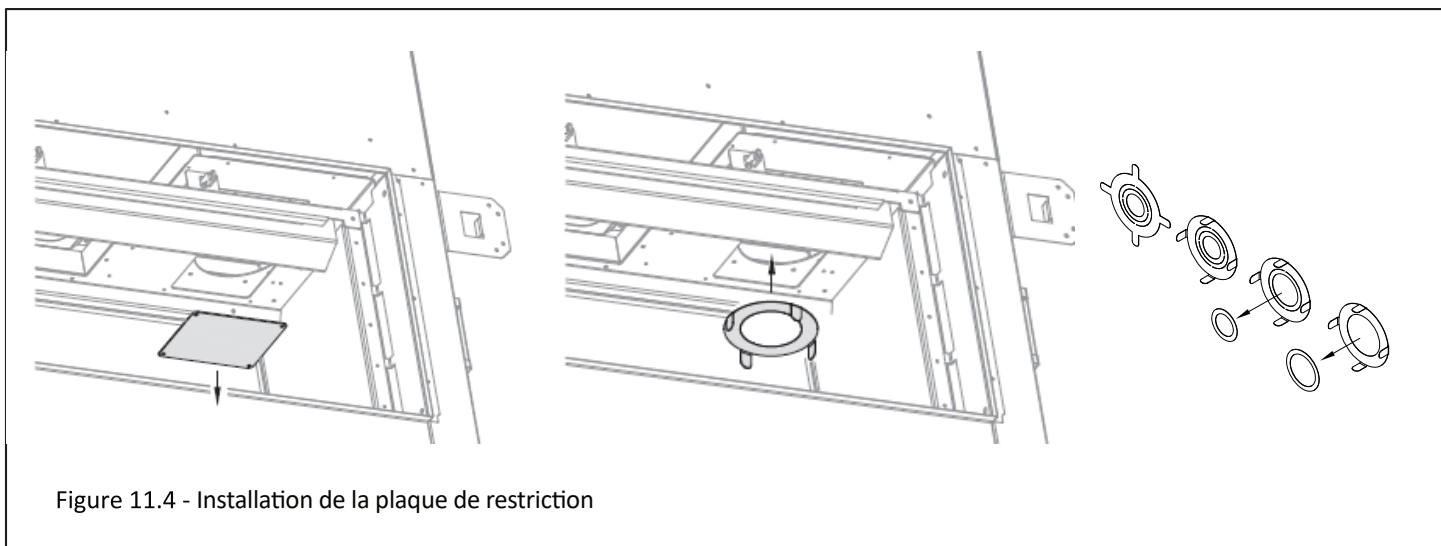

Figure 11.4 - Installation de la plaque de restriction
Les terminaisons verticales peuvent créer des flammes actives et compactes. Si ce n'est pas l'apparence souhaitée, la plaque de restriction peut devoir être installée ou modifiée après l'installation du conduit d'évacuation. Pour installer la plaque de restriction, l'accès à la sortie d'évacuation peut se faire par le plafond de la chambre de combustion (il faudra retirer et réinstaller le couvercle du déflecteur du foyer). Voir la Figure 11.4.
2. Repérez le couvercle du déflecteur du foyer (côté gauche de la Figure 11.4) et retirez-le (4 vis). Conservez les vis.
4. Par le plafond de la chambre de combustion, insérez la plaque de restriction dans le conduit d'évacuation de 5 po (127 mm), en dirigeant les pattes vers le bas, tel que montré à la Figure 11.4.
5. Réinstallez le couvercle du déflecteur du foyer avec les (4) vis retirées précédemment.
2. Repérez le couvercle du déflecteur du foyer et retirez-le (4 vis). Voir la Figure 11.4. Conservez les vis.
3. Par le plafond de la chambre de combustion, retirez la plaque de restriction du conduit d'évacuation de 5 po (127 mm) en tirant vers le bas pour la sortir du conduit d'évacuation. Voir la Figure 11.4.
5. Insérez la plaque de restriction dans le conduit d'évacuation de 5 po (127 mm) en dirigeant les pattes vers le bas, tel que montré à la Figure 11.4.
6. Réinstallez le couvercle du déflecteur du foyer avec les (4) vis retirées précédemment.